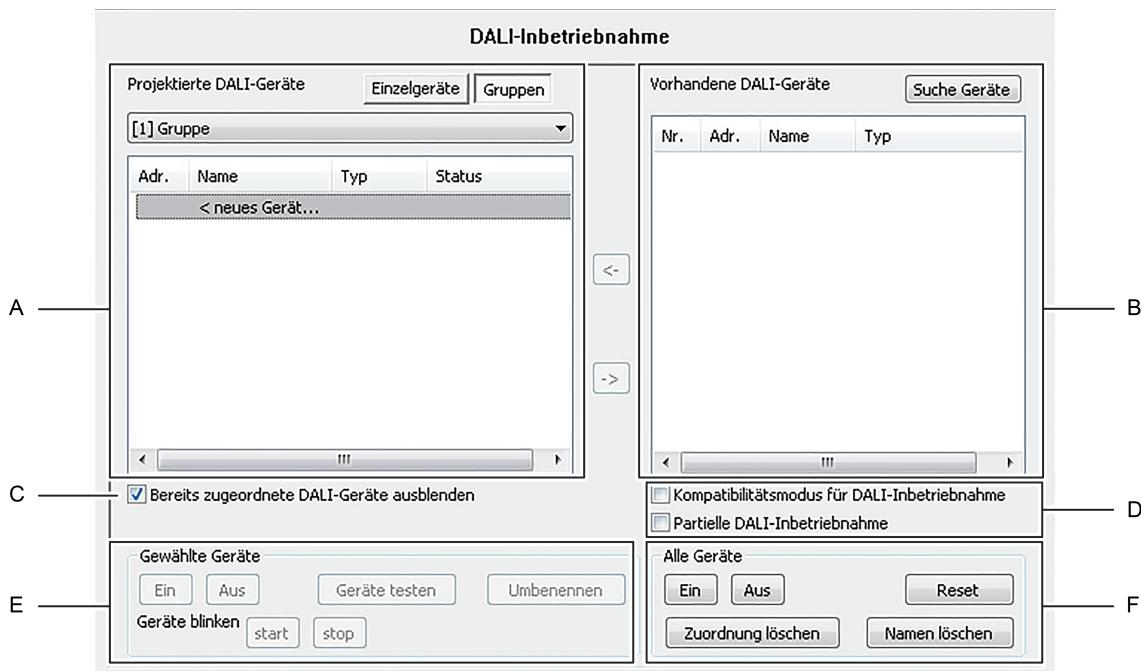

Bild 63: Fensterbereiche der Inbetriebnahme-Umgebung
Die Inbetriebnahmumgebung des Plug-Ins unterteilt sich in zwei Fensterbereiche. Im rechten Fensterbereich werden die im DALI-System gefundenen Betriebsgeräte aufgelistet. Im linken Fensterbereich werden die angelegten Gruppen angezeigt. Dort erfolgt auch die Zuordnung der DALI-Geräte zu den projektierten Gruppen oder Einzelgeräten (Bild 63).
Es ist für Sonderfälle möglich, Betriebsgeräte bei Gruppensteuerung auf mehr als nur eine DALI-Gruppe zuzuordnen. Im Standardfall ist die Zuordnung eines DALI-Betriebsgeräts in nur eine Gruppe möglich. Dadurch wird die Gerätezuordnung übersichtlich und es kommt durch die eindeutige Zuweisung nicht zu Gruppenüberlappungen und folglich auch nicht zur Beeinflussung von Konfigurations- und Rückmeldewerten. Bei Bedarf kann als Alternative die Mehrfachgruppenzuweisung freigegeben werden. Dazu muss das Kontrollfeld "Bereits zugeordnete DALI-Geräte ausblenden" (C) im Inbetriebnahme-Dialog des Plug-Ins abgewählt werden (Bild 63). Hierdurch ist es dann möglich, DALI-Betriebsgeräte im Zuge der Online-Inbetriebnahme mehr als nur einer Gruppe zuzuordnen.